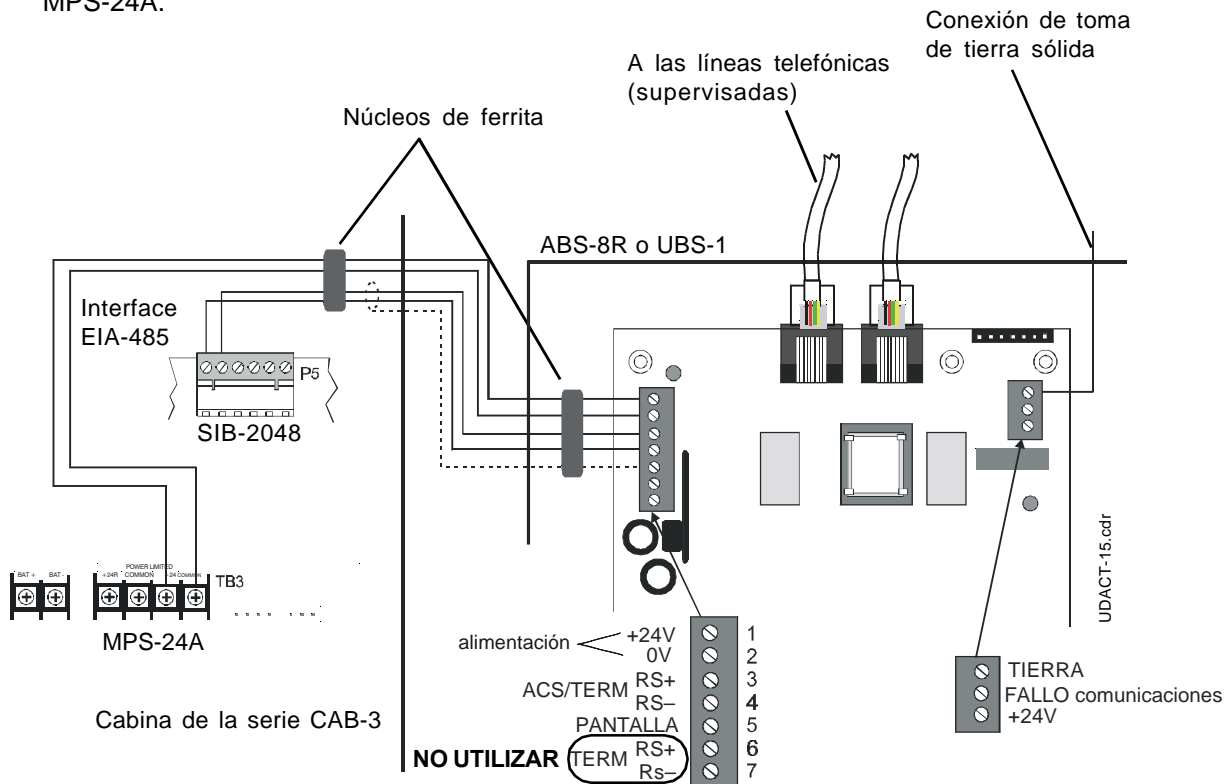

Figura 24. UDACT y AM2020/AFP1010 con MPS-24A
3. No es necesario utilizar cable apantallado (a menos que lo requieran las normas locales). Si utiliza cable apantallado, conecte únicamente un extremo de la pantalla: a) la pantalla se puede conectar a la cabina (toma de tierra) del panel de control o b) la pantalla se puede conectar al terminal 5 (pantalla) del TB1 en el UDACT, tal y como muestra la figura 24.